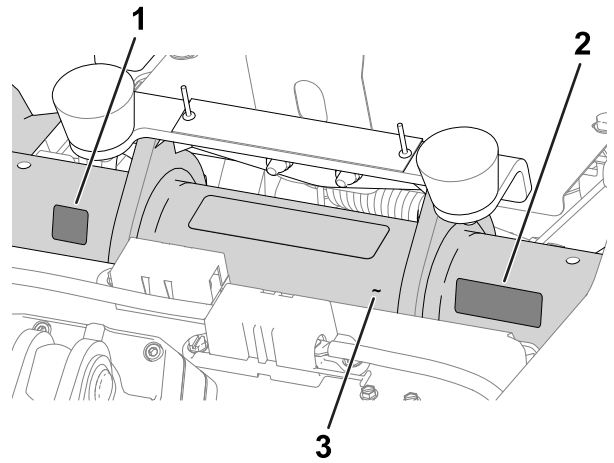

图 11
- 生产年份标贴和CE/UKCA 标贴将标贴贴在座椅和序列号牌下方的机架管上请参阅 图 11。